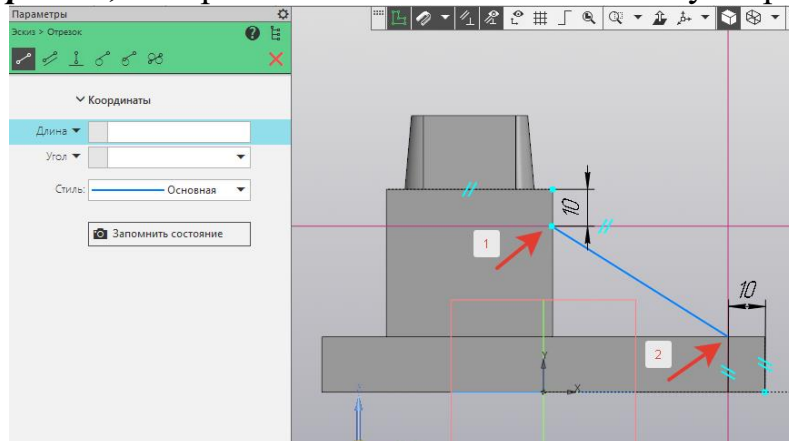

Рисунок 21.
20. По размерам (рисунок 21) выполнить разметку с помощью **Вспомогательная параллельная прямая**. На инструментальной панели **Геометрия - Прямая**, построить по 1 и 2 точкам наклонную прямую.